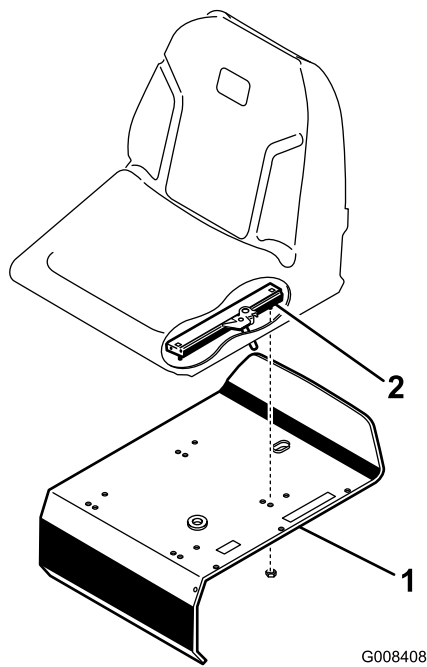

图3
3. 用散装零件中提供的锁紧螺母 (5/16 英寸) 将座椅滑轨固定到座椅支架上 (图3)。